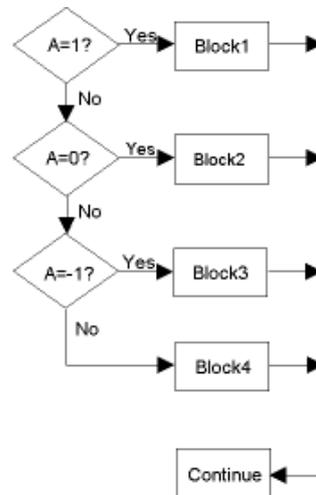

图8.29 条件转移示意图
*IF 命令可与*ELSEIF 和*ELSE 配合使用形成更为复杂的条件转移语句，下面命令语句的执行过程如图 8.29 所示。